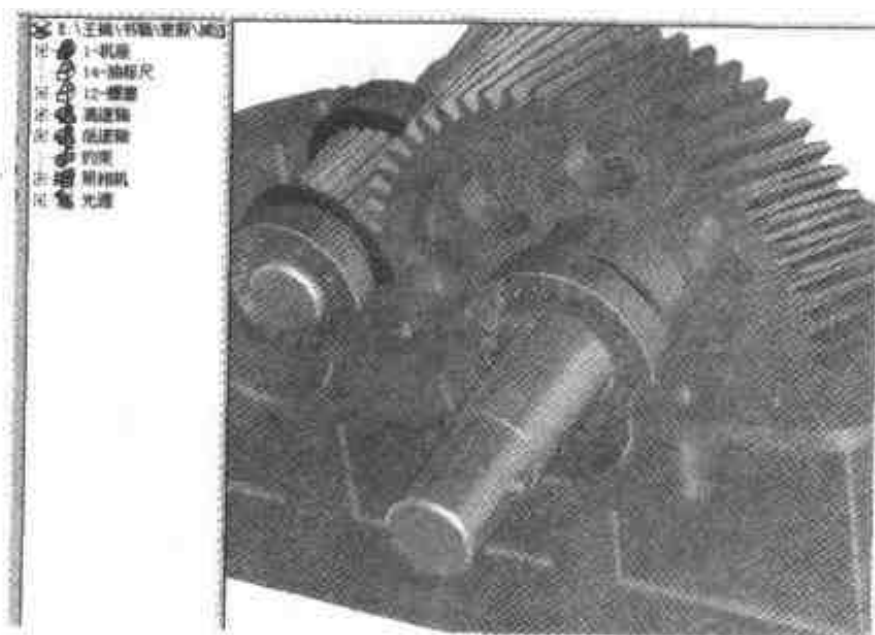

图 3.142 读入低速轴组件
- (6) 由于在零件造型时的相对位置关系，现在高速轴已经在它的正确装配位置，如果在装配时没有出现在这个位置，只要利用轴承内圈的表面与装配位置即机座内腔的表面相互配合就可以了。
- (7) 选择【文件】|【插入】|【零件/装配】命令，然后打开前面已装配成功的低速轴组件。
- (8) 在右侧零件树上将零件名称改为“低速轴”，结果如图 3.142 所示。